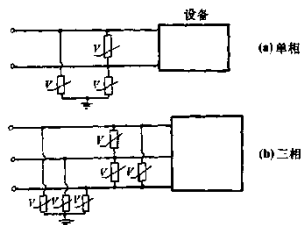

图 2-11 电源线间、电源线与大地间都感应浪涌的保护电路
(2) 电源线间、电源线与大地间都感应浪涌的保护电路: 这类保护电路同样分单相和三相两种, 见图 2-11。